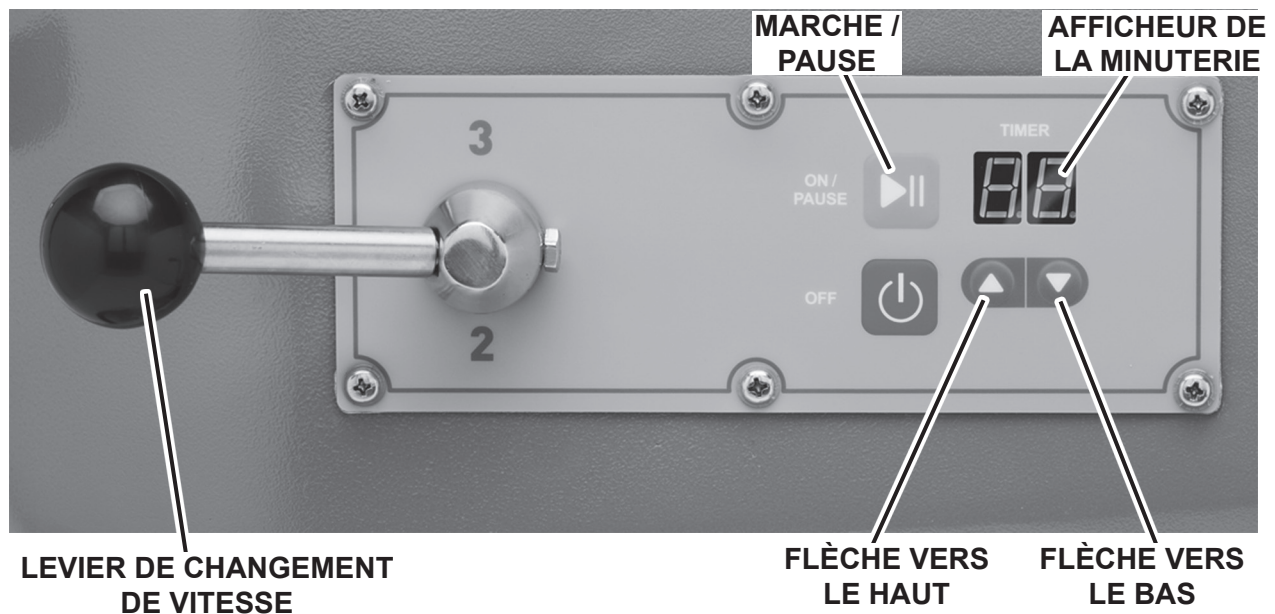

Fig. 7
1. Tournez le levier de changement de vitesse (fig. 7) pour sélectionner une vitesse de mélange. L'afficheur de la minuterie indique 00.
2. Appuyez sur les flèches haut/bas (fig. 7) jusqu'à ce que l'afficheur de la minuterie indique la durée de mélange désirée. Ce temps est la durée définie.
3. Appuyez sur le bouton ON/PAUSE (marche/pause) (fig. 7) pour commencer à mélanger; la minuterie commence à compter à partir de la durée définie.